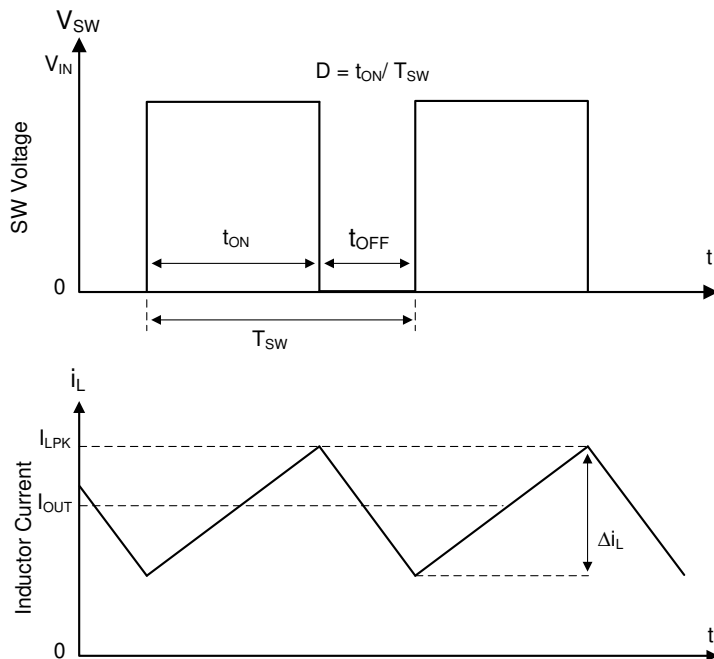

图 7-1. 连续导通模式 (CCM) 下的 SW 节点和电感器电流波形
LMR51460-Q1 的以下运行说明参考了 功能方框图 和 图 7-1 中的波形。LMR51460-Q1 是一款同步降压转换器，具有集成式高侧 (HS) 和低侧 (LS) 开关 (同步整流器)。LMR51460-Q1 通过使用受控的占空比打开高侧和低侧 NMOS 开关，来提供稳定的输出电压。高侧开关导通期间，SW 引脚电压上升至约 V_{IN} ，电感器电流 i_L 以线性斜率 $(V_{IN} - V_{OUT})/L$ 增加。当高侧开关被控制逻辑断开时，低侧开关在经过反击穿死区时间后将会导通。电感电流通过低侧开关以斜率 V_{OUT}/L 放电。降压转换器的控制参数为占空比 $D = t_{ON}/T_{SW}$ ，其中 t_{ON} 是高侧开关导通时间， T_{SW} 是开关周期。转换器控制环路通过调整占空比 D 来维持恒定的输出电压。在可忽略损耗的理想降压转换器中， D 与输出电压成正比，与输入电压成反比： $D = V_{OUT}/V_{IN}$ 。